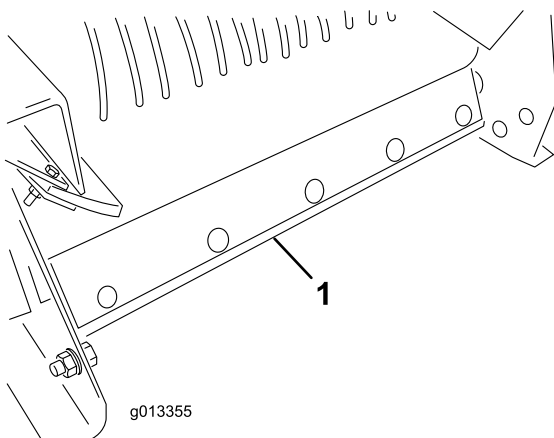

図 56
5. プロパスの後部からベルトスクレーパーアセンブリを取り外す 図 56。